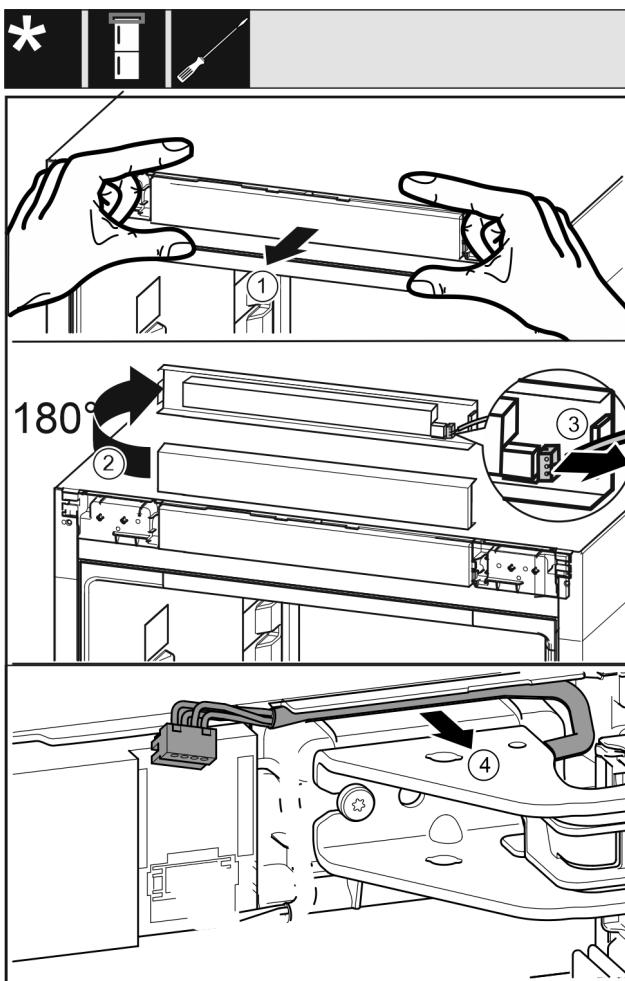

Fig. 19
- Λύστε την πρόσοψη χειρισμού της συσκευής προσεκτικά προς τα εμπρός. Fig. 19 (1)
- Περιστρέψτε την πρόσοψη χειρισμού προς τα επάνω κατά 180°. Fig. 19 (2)
- Πιέστε την προεξοχή ασφάλισης προς τα πίσω και τραβήξτε προσεκτικά έξω το φίς. Fig. 19 (3)
- Απελευθερώστε το καλώδιο πάνω από το στήριγμα προσεκτικά από τον οδηγό. Fig. 19 (4)